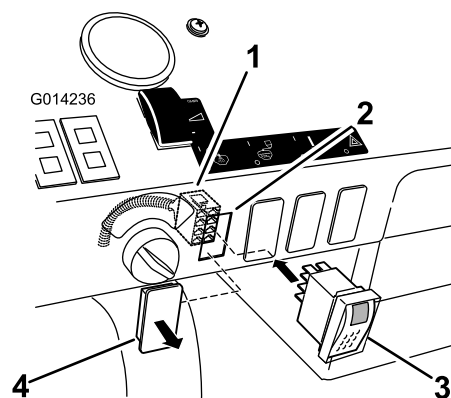

Bild 29
1. Ermitteln Sie die Abdeckung für den Spülbehälterschalter am Armaturenbrett (Bild 29).
2. Nehmen Sie die Abdeckung vom Armaturenbrett ab (Bild 29).
5. Schließen Sie den Schalter durch das Armaturenbrett an den Anschluss (Bild 29) an.